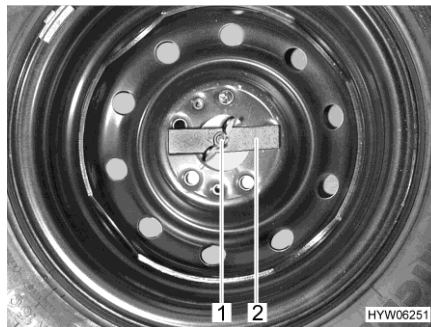

Fig. 244 Ruota di scorta nel gavone di coda
- Svitare manualmente il dado ad alette (Fig. 244,1) e rimuoverlo.
- Rimuovere la barretta di compressione (Fig. 244,2).